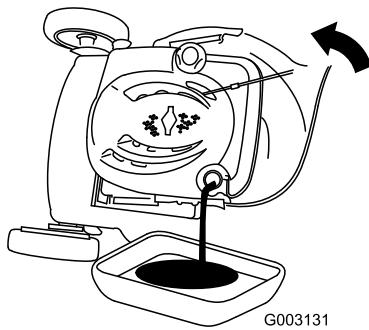

Figure 41
- Inclinez la tondeuse sur le côté (filtre à air vers le haut) pour vidanger l'huile usagée par le goulot de remplissage (Figure 41).